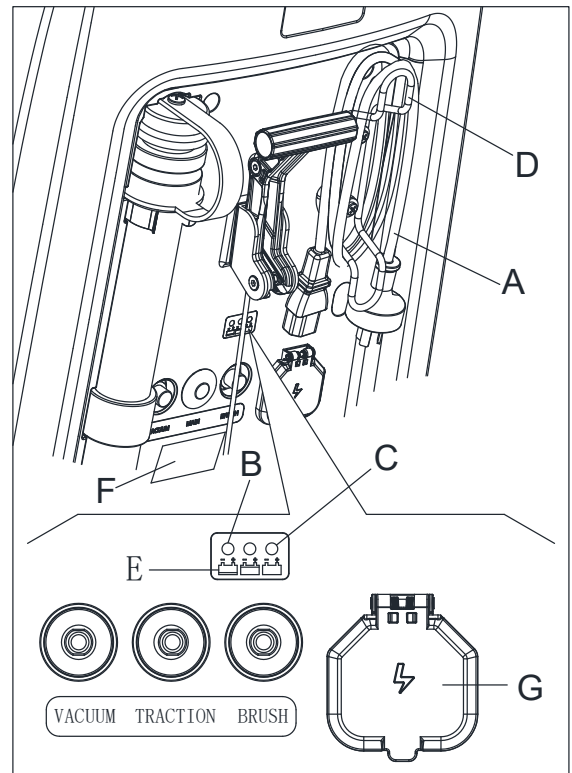

Figura 15
7. Collegare le batterie con il cavo di ricarica (A, Figura 15) alla presa di alimentazione (G) (il voltaggio dell'alimentazione elettrica e la frequenza devono essere compatibili con i valori del ricarica batterie mostrati sull'etichetta con il numero di serie della macchina (F). Quando il ricarica batteria è collegato all'alimentazione, tutte le funzioni della macchina sono automaticamente disattivati. Se la luce di avviso rossa (B) sul pannello di controllo del ricaricatore della batteria resta accesa, il ricarica batteria sta ricaricando le batterie.
8. Quando la luce di avviso verde (C) si accende, la ricarica delle batterie è completa.
9. Quando la ricarica della batteria è completa, staccare il cavo di ricarica della batteria (A) dall'alimentazione (G) e avvolgerlo attorno al sostegno (D).
Per ulteriori informazioni sull'operazione di ricarica della batteria (E, Figura 15), consultare il relativo manuale.